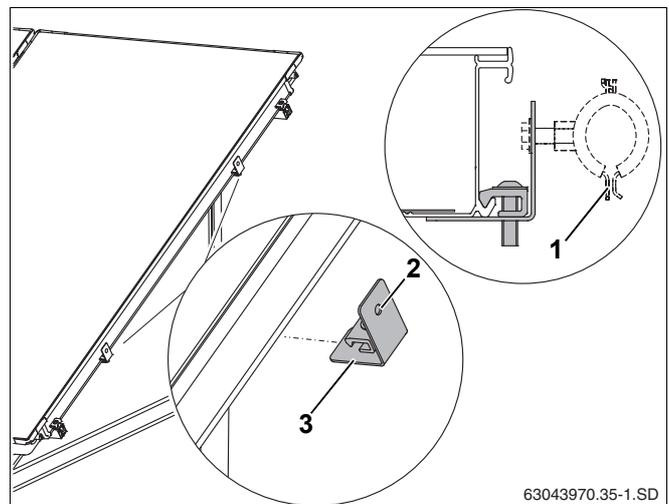

Рис. 56 Крепление держателя к раме коллектора
Мы рекомендуем применять обычные хомуты для труб (рис. 56, **поз. 1**) для крепления сборных линий в отверстиях с резьбой M8 на держателе (рис. 56, **поз. 2**).
- ▶ Установить держатель (рис. 56, **поз. 3**) на раму коллектора и затянуть винт ключом SW5.